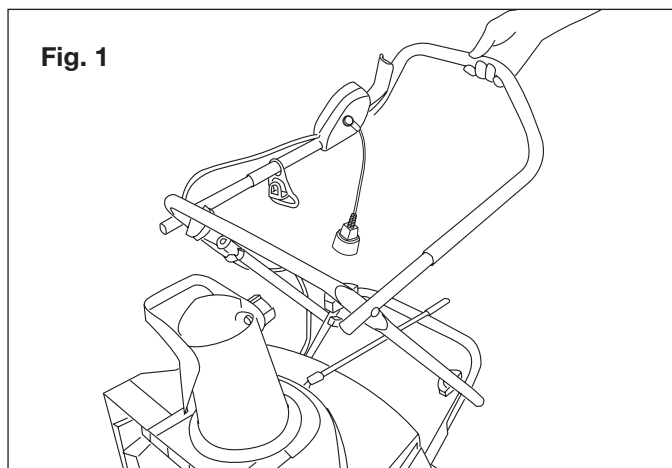

Fig. 1
1. Pour faciliter le montage, nous avons assemblé la plupart des pièces avant d'expédier la machine. Pour achever le montage du guidon, tirez simplement vers le haut le cadre intermédiaire, puis le cadre supérieur (Fig. 1).